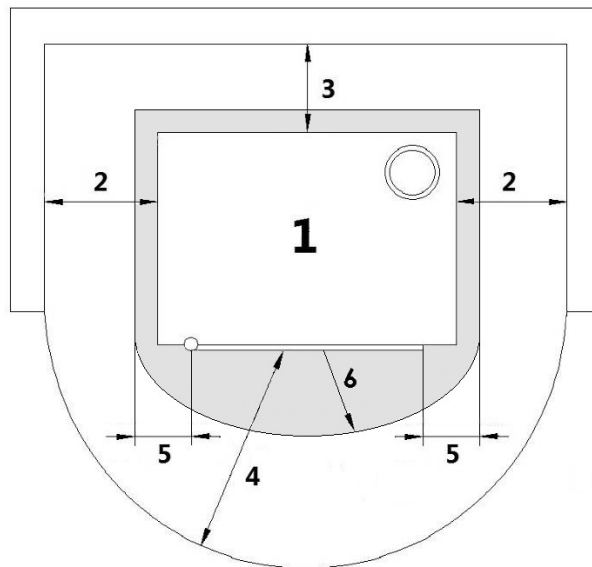

Fig. 12 - Allgemeine Installation
LEGENDE	Fig. 12
- Für Brandschutzbestimmungen sind die Abstände zu brennbaren oder hitzeempfindlichen Gegenständen (Sofas, Möbel, Holzvertäfelungen etc.) wie in **Fig. 12**] angegeben einzuhalten.
- Wenn der Boden aus brennbarem Material besteht, muss ein Schutz (Stahlplatte, feuerfestes Material, Marmor ...) aus unverbranntem Material hergestellt werden. Für die Abmessungen des Schutzes siehe **Fig. 12**.